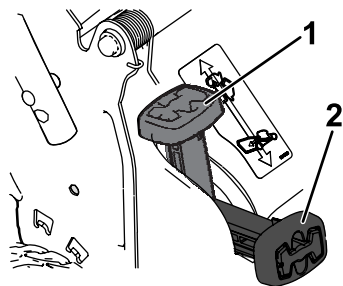

Figura 12
- **Per insaccare erba e sfalcio**, premete il pulsante sulla leva Bag-on-demand e spostatela in avanti fino a quando il pulsante sulla leva non si solleva di scatto (Figura 12).